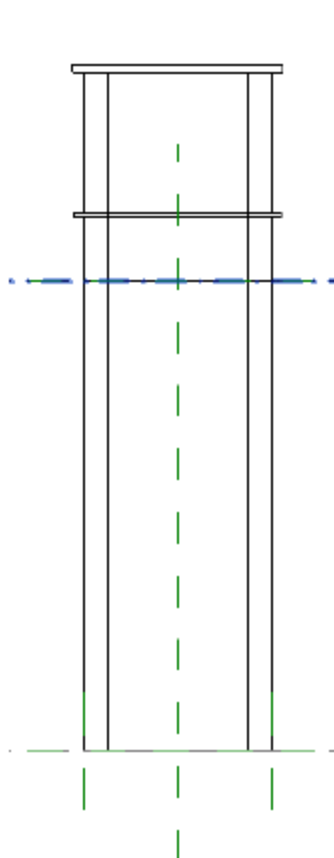
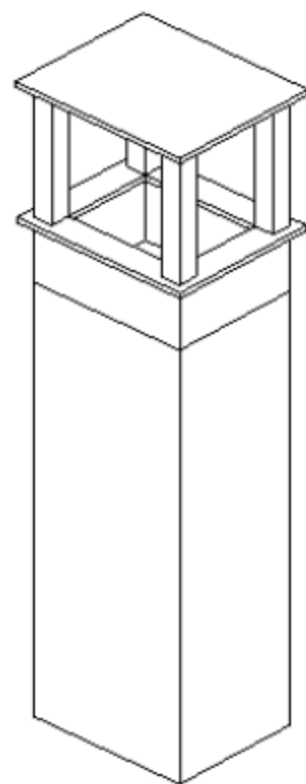

图 12.3.27 完成锁定
图 12.3.28 3D 效果图
(23) 完成锁定，如图 12.3.27 所示，3D 效果如图 12.3.28 所示。